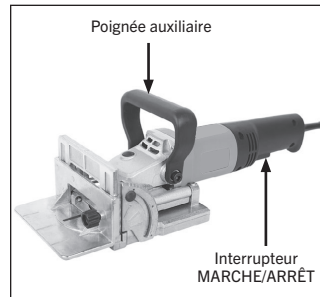

Fig. 8 : Emplacement de la poignée auxiliaire et de l'interrupteur MARCHE/ARRÊT
4. Tout en tenant fermement la poignée auxiliaire (voir figure 8) dans une main, serrez l'interrupteur MARCHE/ARRÊT avec la main opposée. Le moteur doit fonctionner en douceur et sans problèmes ou bruits inhabituels.